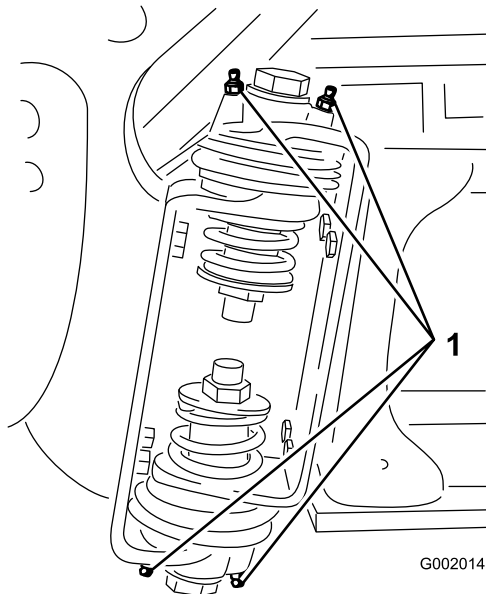

Figura 100
2. Introduza massa lubrificante no rolamento ou casquilho de cada união Figura 100.